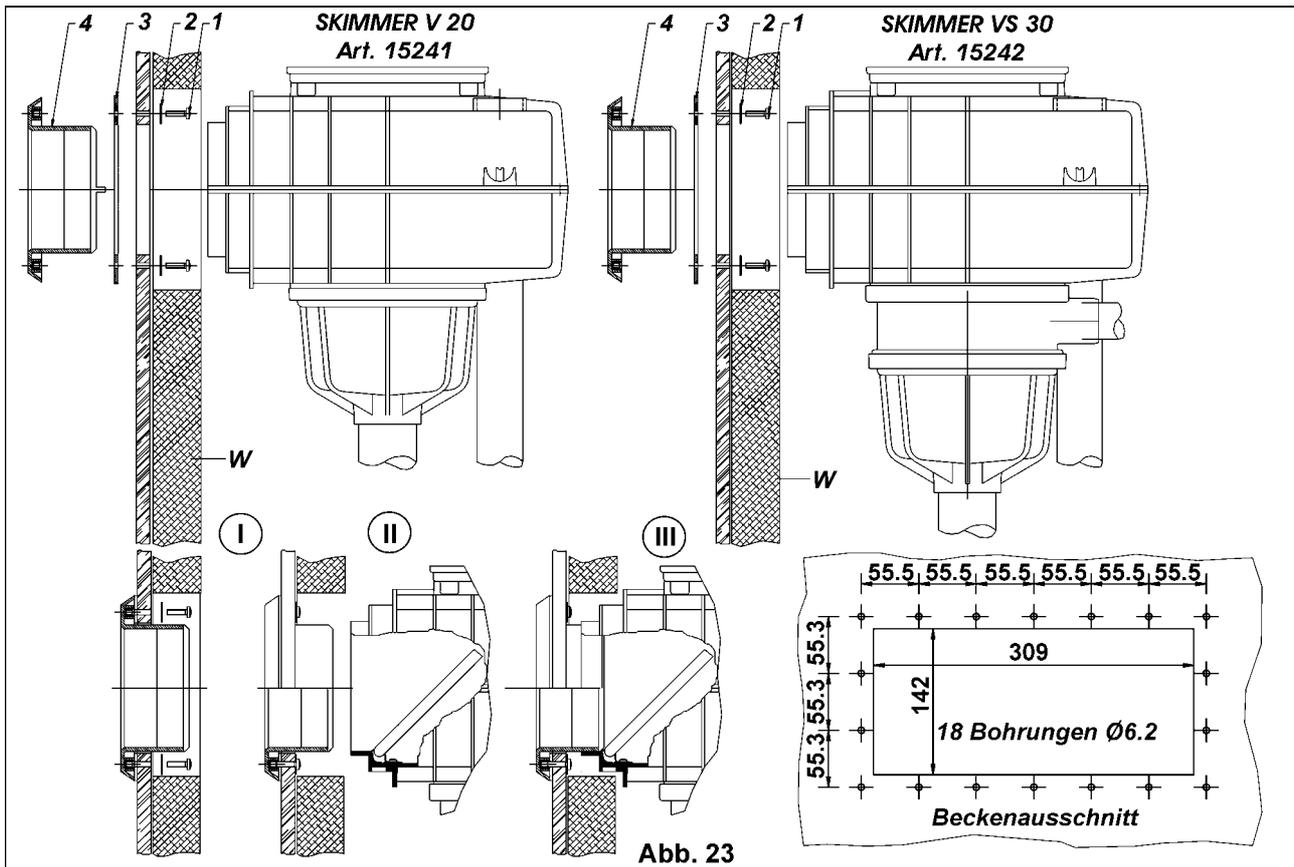

Abb. 23
- I. Die Beckenwanddurchführung (4) zusammen mit der Dichtung (3) wird von der Innenseite des Beckens in den vorbereiteten Ausschnitt gesteckt
- II. und von der Beckenaußenseite mit den beiliegenden Schrauben (1) und Unterlegscheiben (2) verschraubt
3.8 Einbau der Skimmer V20 und VS30 in Polyesterbecken in Sandwichbau (Abb. 23) mit Skimmerwanddurchführung Art. 1522